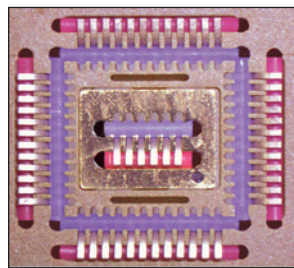

図 32: RCI のGround Insert (Eco™-1 コンタクト)
- 1] “RCI” — ROL™ Contacts in a Copper Insert (銅板挿入) 4x4-12x12 パッケージ (図 32 参照)